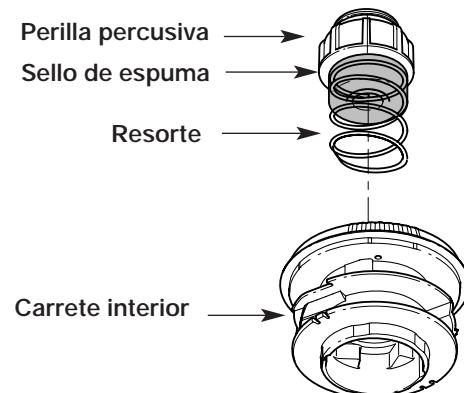

Fig. 18
1. Saque la perilla percusiva, el resorte y el sello de espuma girando la perilla percusiva en sentido antihorario (Fig. 18).
7. Coloque la botón de tope, el resorte y el sello de espuma en la bobina exterior (Fig. 18).